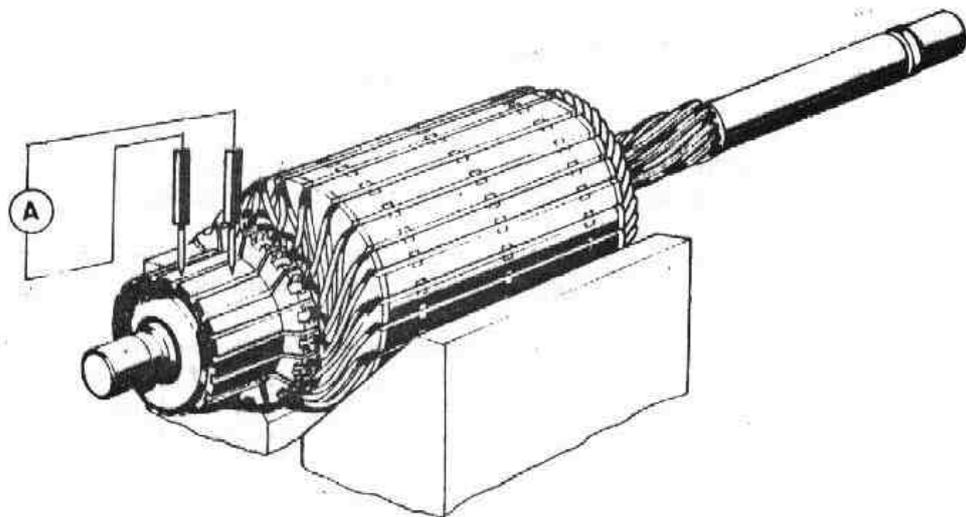

Fig. N-26
4.1.9. Comprobar que hay continuidad en el inducido. Para ello colocarlo sobre un transformador en V, conectar las puntas de prueba de un amperímetro entre dos delgas consecutivas (ver Fig. N-26) girando el inducido hasta que la lectura del amperímetro sea máxima. Repetir esta operación con todas las delgas consecutivas.